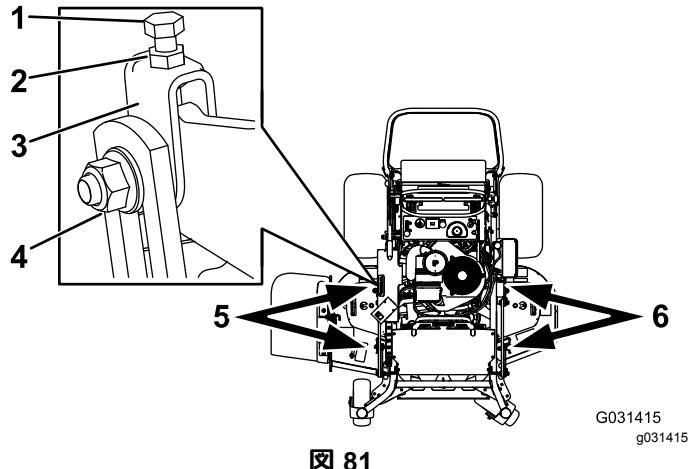

図 81
1. 調整したいデッキのヨークのサイドナットとジャムナットをゆるめる図 81。
2. ヨーク上部にあるボルトを回して刈り込みデッキの高さを調整する図 81。